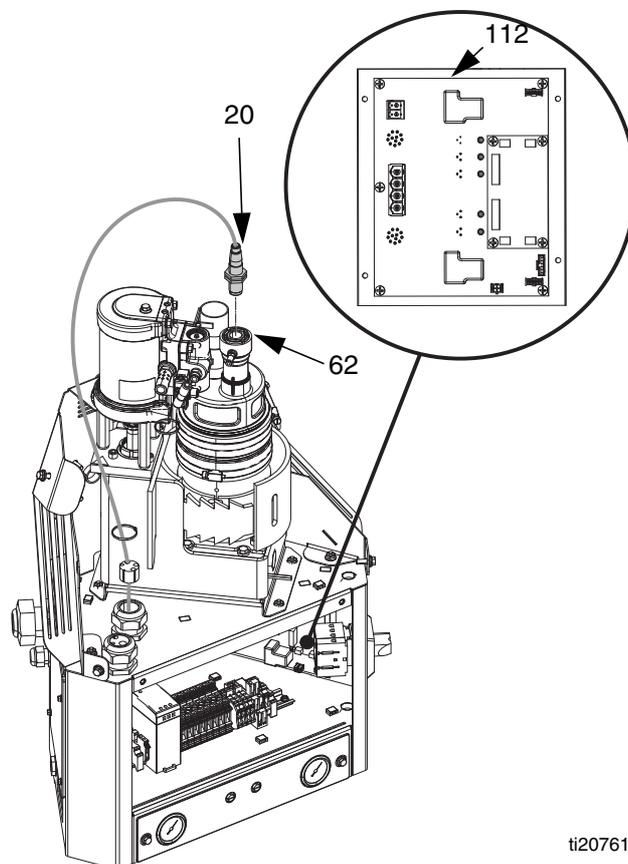

FIG. 44
**Desmontaje (consulte la FIG. 44):**
2. Suavemente, tire del cable mientras desatornilla el conector del sensor de llenado y luego retire el cable del sensor de llenado (20).
3. Afloje la tuerca de inmovilización del sensor de llenado; luego retire el sensor de llenado (20) de la tapa de llenado (62).
**Montaje (consulte la FIG. 44):**
1. Enrosque el nuevo sensor de llenado (20) en el cabezal de llenado (62). Coloque el sensor hasta el fondo en la tapa de llenado y luego retroceda 1/2 giro.
2. Ajuste la tuerca de inmovilización en el sensor de llenado (20).
3. Conecte el cable del sensor de llenado al nuevo sensor de llenado (20).